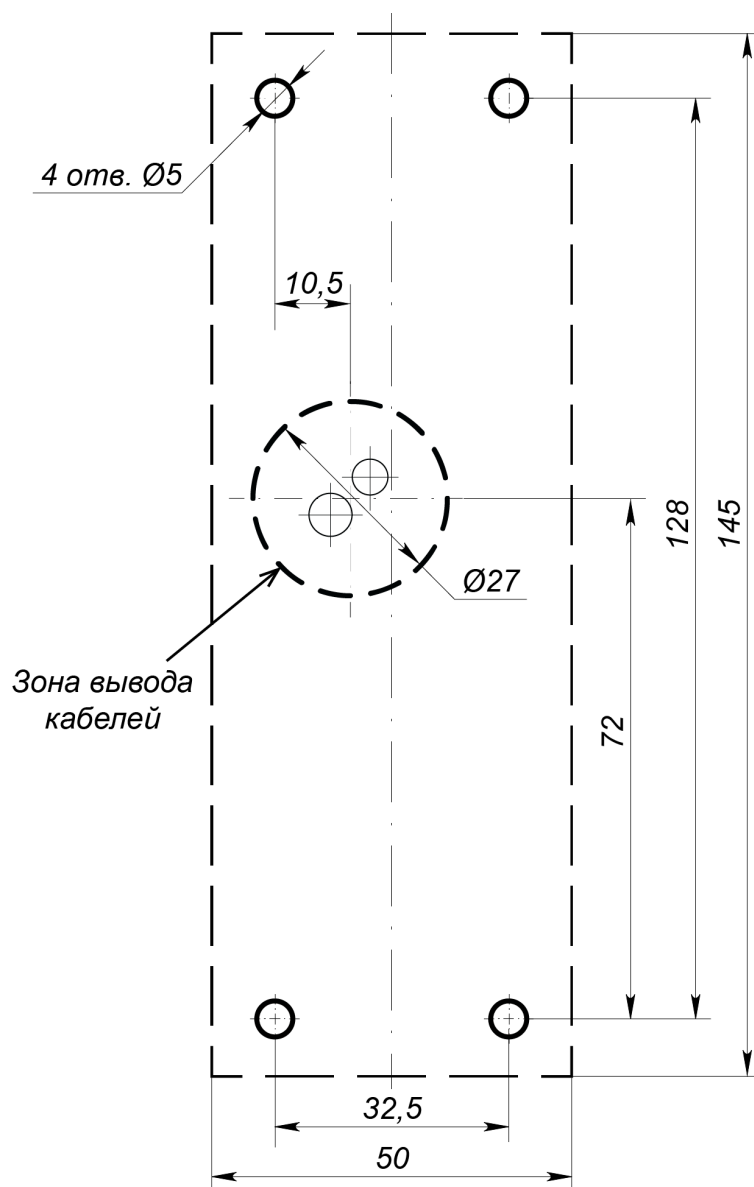

Рисунок 2. Разметка отверстий для установки контроллера (пунктиром показаны габариты корпуса контроллера)
3. Произведите разметку и разделку отверстий на установочной поверхности для крепления металлического основания и прокладки кабелей согласно схеме, представленной на рис. 2.